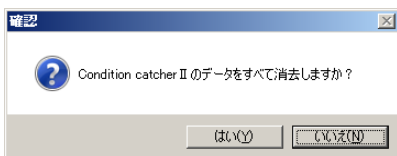

図 44. 消去の確認を促すメッセージ
- ① パソコンの電源を投入し、『コントロール・ソフトウェア』を起動し、初期画面を表示します。
- ② 本体の電源を投入し、USB ケーブルを接続します。
- ③ 初期画面ツールバーの『計測条件設定』ボタン  をクリックし、計測条件設定画面を表示します。
- ④ 計測条件設定画面のツールバーの『DeviceID』を、USB 接続した本体で設定されている値に合わせて『計測データの消去』ボタン  をクリックする、図 44 のような消去の確認を促すメッセージが表示されます。確認して『はい』ボタンをクリックします。
テキスト変換後の行数が 65536 行以上になる場合、図 44 のようなメッセージが表示されます。この画面で『すべて保存』をクリックするとカーソルで指定したデータをすべて変換・保存します。『抽出して保存』をクリックすると、テキスト変換後の行数が 65535 行を超えないようにデータを抽出(飛ばして)して保存します。抽出率は自動で決定されます。例えば、テキスト変換後の行数が 655350 行になる場合、データは 10 づつ飛ばして変換・保存されます。